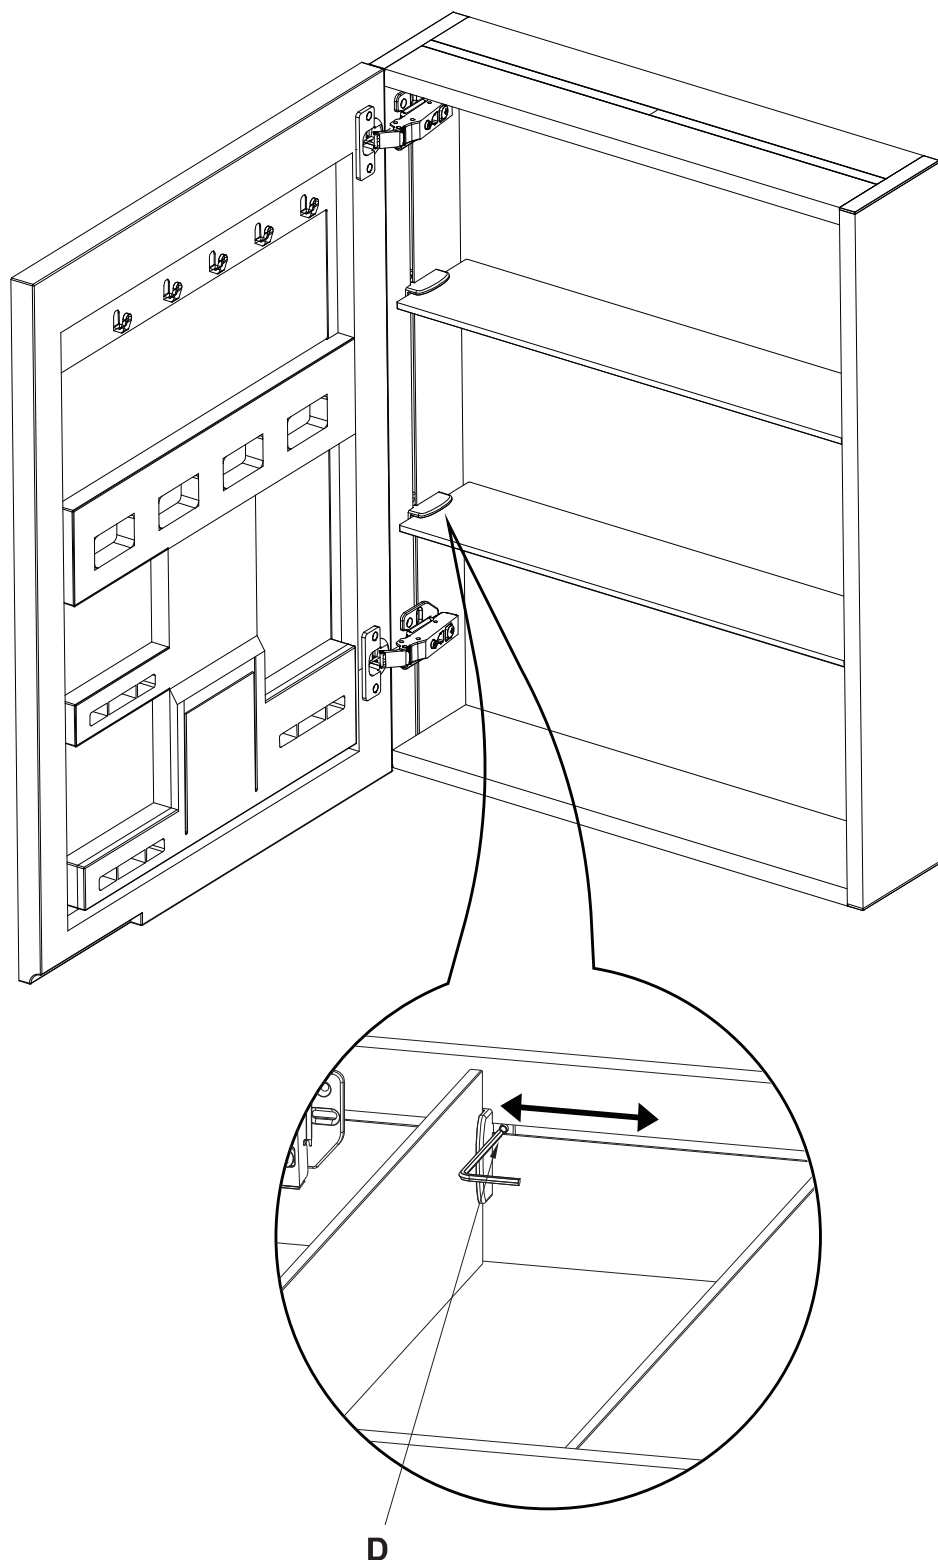

Fig. 10
4. Lossa fästskruven (D) och justera hyllans position glas, Fig. 10